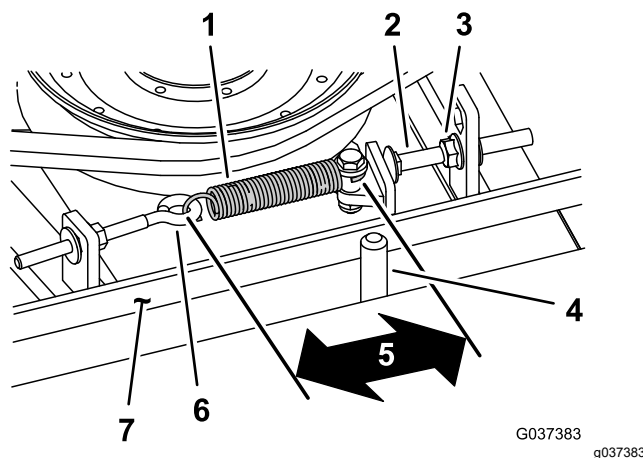

Figura 76
Quando a tensão estiver correta, a medida interior da mola de extensão (gancho a gancho) deverá ser de cerca de 8,3 cm a 9,5 cm. Logo que se obtenha a tensão correta da mola, ajuste o pino de fecho (parafuso da carroçaria) até haver uma folga aproximada de 2 a 5 mm entre a cabeça do parafuso e o braço intermédio (Figura 76).
Nota: Certifique-se de que correia está colocada no lado da mola do guia da correia (Figura 76).
2. Desaperte o parafuso com olhal permitindo a remoção da mola de extensão (Figura 76).
3. Desaperte a porca flangeada que prende o pino de fecho à patilha de montagem e afaste a polia intermédia da correia para libertar a tensão da correia (Figura 76).
9. Ligue a mola de extensão (Figura 76) ao parafuso de olhal e aplique a tensão na correia como se segue: